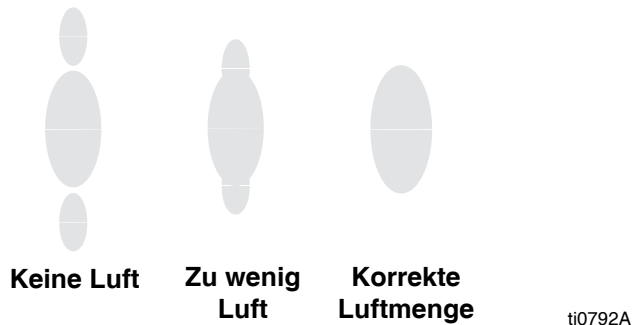

ABB. 7. Spritzbildprobleme
- Siehe ABB. 7. Für die betätigte Spritzpistole den Zerstäubungsluftdruck auf 35 kPa (0,35 bar, 5 psi) einstellen. Das Spritzbild überprüfen, danach langsam den Luftdruck erhöhen, bis der Strahl vollkommen zerstäubt wird. Der Luftdruck zur Spritzpistole darf 0,7 MPa (7 bar, 100 psi) nicht übersteigen.
3. Siehe ABB. 7. Für ein engeres Muster den Regler gegen den Uhrzeigersinn zur Mustereinstellung (AA) drehen. Ist das Spritzbild noch immer nicht schmal genug, den Luftdruck zur Pistole etwas erhöhen oder eine Düse mit einer anderen Größe verwenden.